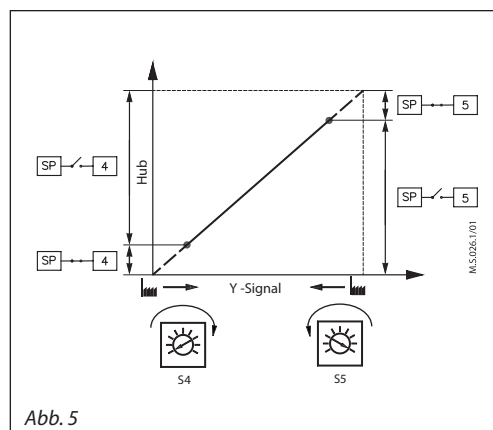

Abb. 5
**DIP-Schalter 6: C/P - Auswahl des Ausgangssignals (Abb. 5, siehe nächste Seite):**